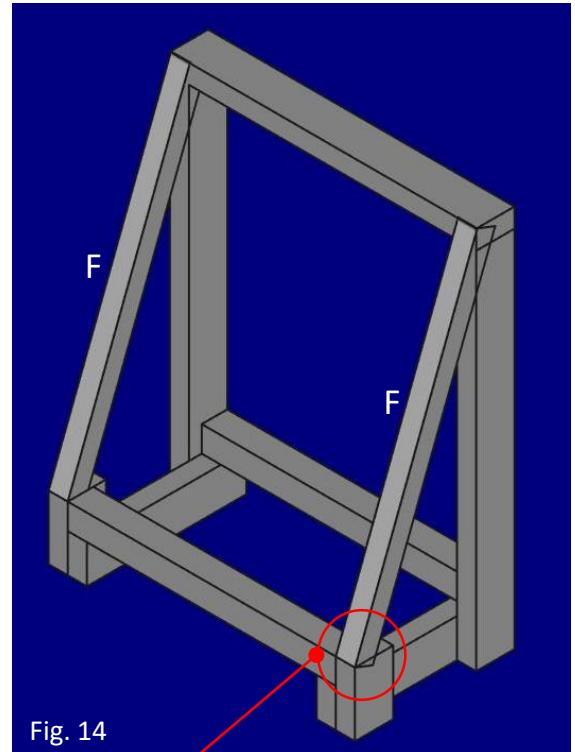
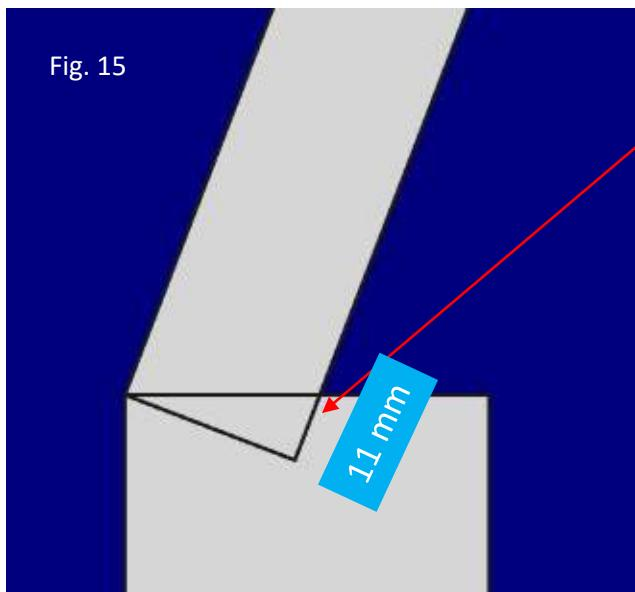

Fig. 14
Fig. 15
- 1) Tagliare i listelli a 70 gradi circa (il triangolo da tagliare misura circa 30x11x32) fig.14 e fig. 15